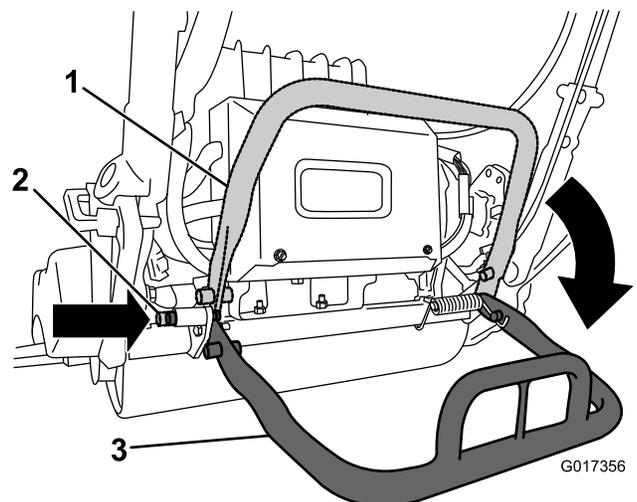

Figura 4
2. Baixe o suporte e empurre o pino de bloqueio para bloquear o suporte na posição de serviço (Figura 4).